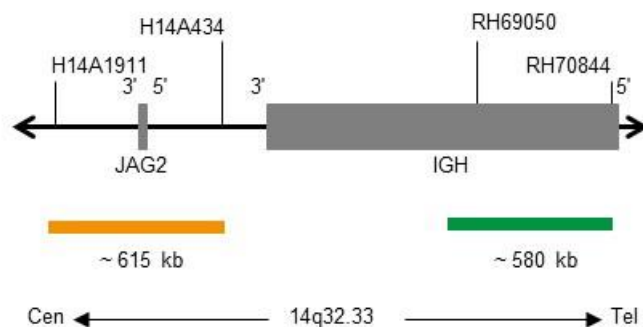

Fig. 1: SPEC IGH Mapa da sonda (sem escala)
- Polinucleótidos (~10.0 ng/μl) com marcação ZyGreen (excitação 503 nm/emissão 528 nm), dirigidos ao mapeamento de sequências alvo em 14q32.33\* (chr14:106,690,778-107,268,412) distais à região de quebra da IGH (ver Fig. 1).
- Polinucleótidos (~4.5 ng/μl) com marcação ZyOrange (excitação 547 nm/emissão 572 nm), dirigidos ao mapeamento de sequências alvo em 14q32.33\* (chr14:105,296,741-105,909,611) proximais à região de quebra da IGH (ver Fig. 1).